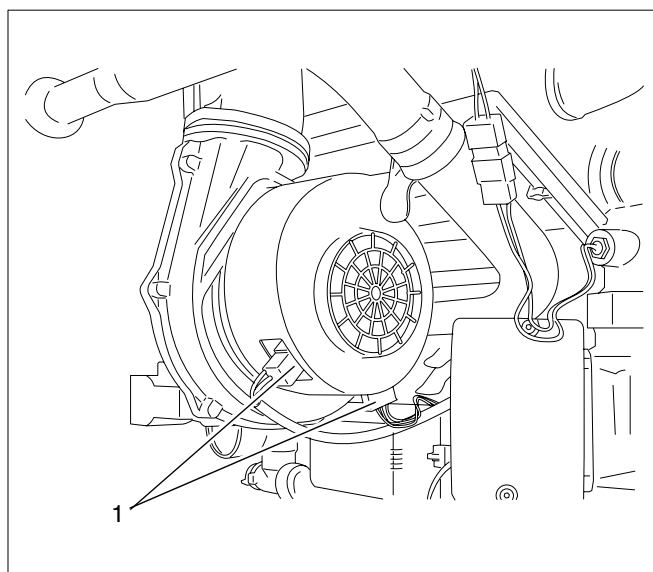

Fig. 50 Scoateți fișa cablului din ventilator
- Scoateți ambele fișe ale cablului din ventilator (vezi Fig. 50, Poz. 1).